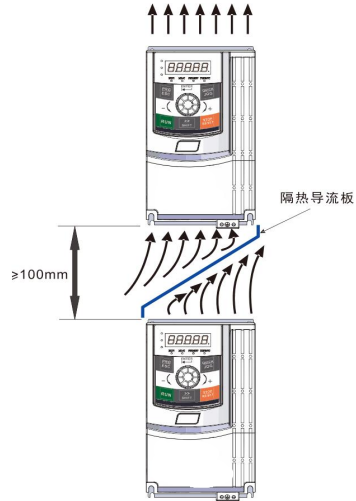

图3-2. E610B变频器安装示意图
- 1) 请垂直安装变频器，便于热量向上散发。但不能倒置。若柜内有较多变频器时，最好是并排安装。在需要上下安装的情况，请参考图3-2的示意，安装隔热导流板。